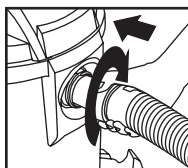

FIGURA 16
25. Vuelva a insertar la manguera dentro de la entrada y ajuste la tuerca de fijación. **FIGURA 16**